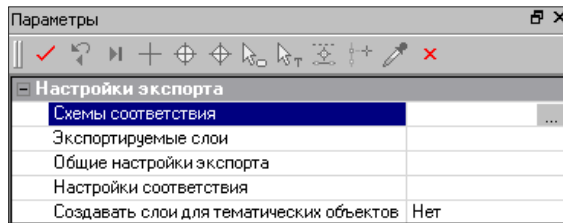

Рис. 16.15
2. В окне **Параметры** (рис. 16.15) задать настройки экспорта в следующей последовательности: